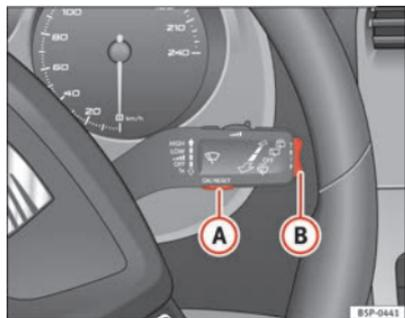
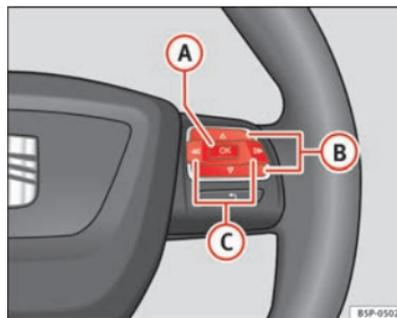

Fig. 44 Manipulo do limpavidros: botão A para confirmar opções do menu e botão basculante B para mudar de menu
Fig. 45 Comandos no volante: botão A para confirmar opções do menu e botão B para mudar de menu
⇒ página 69, fig. 45 até visualizar o menu no visor. Já está dentro deste menu.
- Para mudar de uma memória para a outra, premir brevemente o botão **[A]** ⇒ página 69, fig. 44 ⇒ página 69 do manípulo do limpa-vidros ou o botão **[OK]** do volante multifunções ⇒ página 69, fig. 45 ⇒ página 69 com a ignição ligada. ▶
No indicador multifunções pode consultar os seguintes dados accionando o botão basculante **(B)** ⇒ página 69, fig. 44 ⇒ página 69 do manípulo do limpa-vidros ou premindo o botão **(Δ)** ou **(▽)** ⇒ página 69, fig. 45 do volante multifunções*.